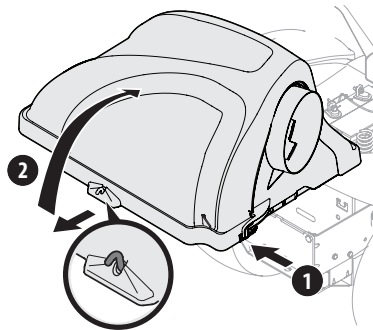

Figura 28
2. Abra la cubierta de la embolsadora oprimiendo hacia adentro la lengüeta posterior derecha con la mano derecha, como se ve en (1) de la Figura 28, y levantando la cubierta con la mano izquierda en el centro de la parte posterior de la cubierta de la embolsadora (2). No extraiga del tractor el conjunto de manguera.